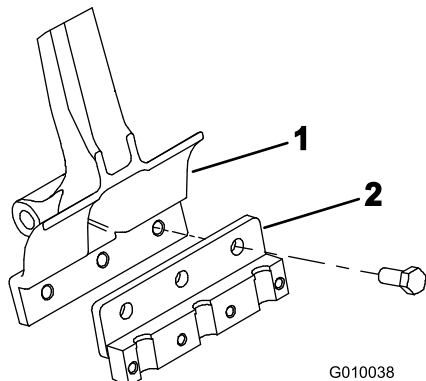

Рисунок 22
2. К каждому рычагу зубьев прикрепите тремя болтами (1/2 x 1-1/4 дюйма) держатель зубьев (Рисунок 22). Затяните болты с моментом 101,6 Н·м.